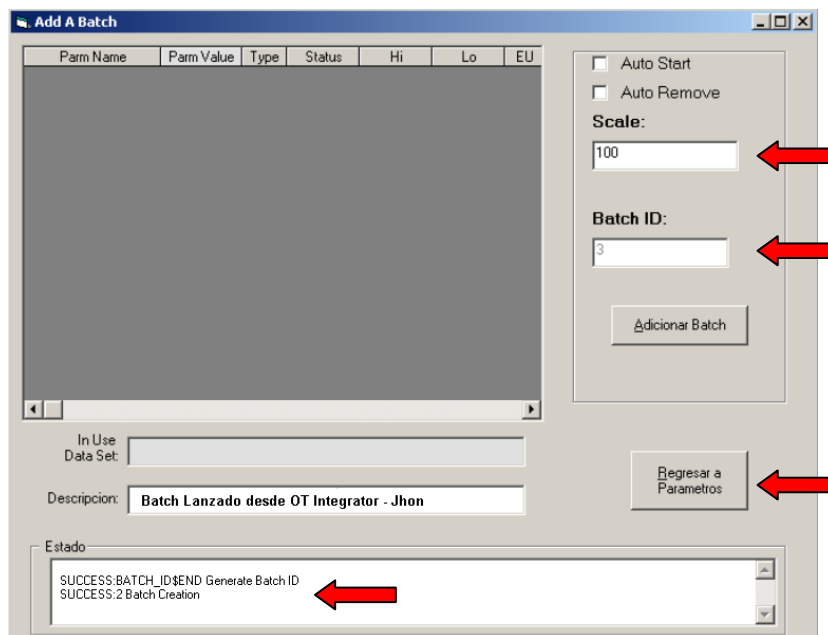

Figura 73. Pantalla de Adición de Batch
- Haga click en el botón adicionar Batch, se mostrará una interfaz como la mostrada en la Figura 73: